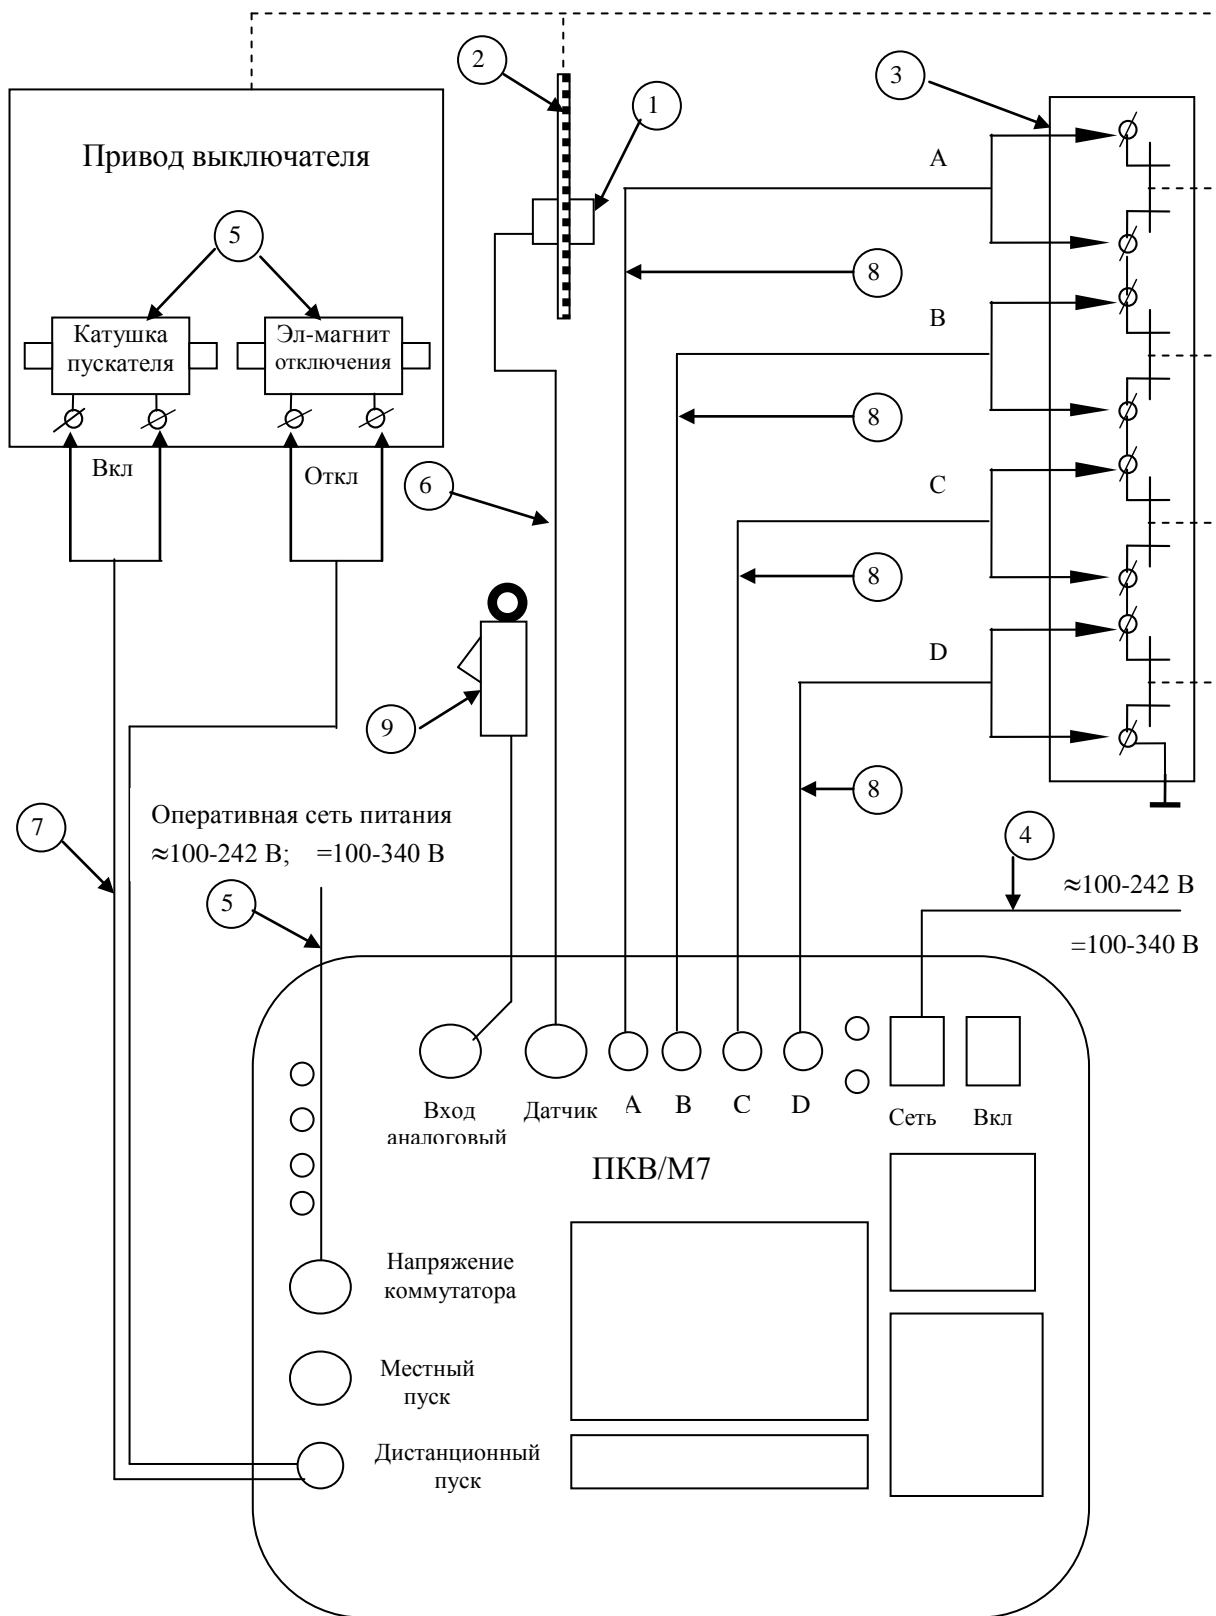

Рис. 9. Схема подключения прибора к выключателю, имеющему 4 разрыва на полюс, при использовании дистанционного пуска.
10.2.2. Используя соединительные кабели, подключите прибор к выключателю, как показано на рис. 9. **ЗАПРЕЩАЕТСЯ подключать кабель дистанционного пуска непосредственно к соленоиду включения.** Если нет необходимости измерять напряжение оперативной сети, то кабель входного напряжения коммутатора не подключать. Для измерения токов электромагнитов управления необходимо использовать токовые клещи КЭИ-м на соответствующий диапазон измерения.